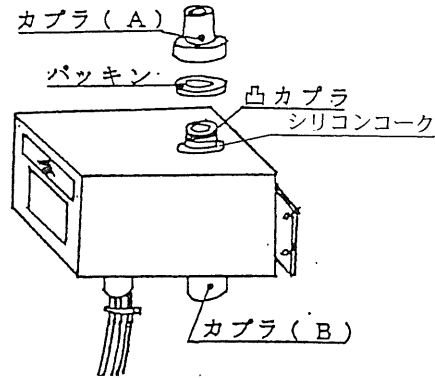

図4 カプラの取付け
次に、図 4 のようにケースと凸カプラの隙間にシリコンコークを注入し、ケースより出ている凸カプラに付属のパッキンを取り付けて付属のカプラ (A) で締めつけて下さい。(凸カプラのネジ部分には白い防水テープが巻いてあります。)
なお、カプラの締め付けは必ず図4のカプラ（A）とカプラ（B）を手で持ち、パッキンが少し変形するぐらいに強く締めて下さい。